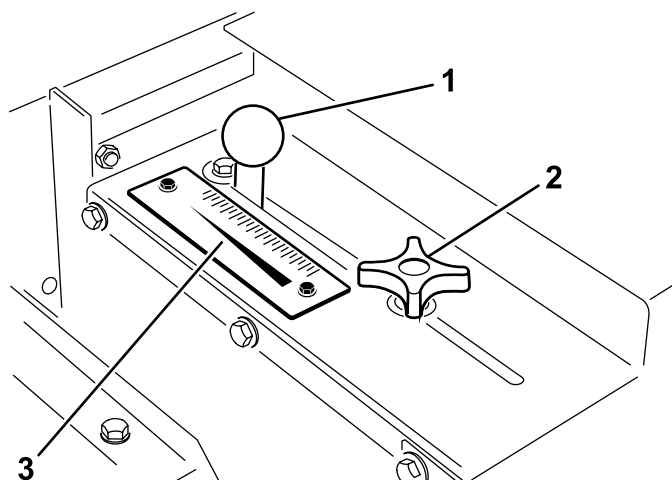

図 20
1. ゲートのスライド調整ができる程度までロッキングノブ **図 20**をゆるめる。
2. ゲートノブ **図 20**を希望位置にセットし、ロッキングノブを締め付けて調整を固定する。
レートスケール **図 20**を使って希望する散布量を設定します。 **目砂の散布率 (ページ 18)**を参照。